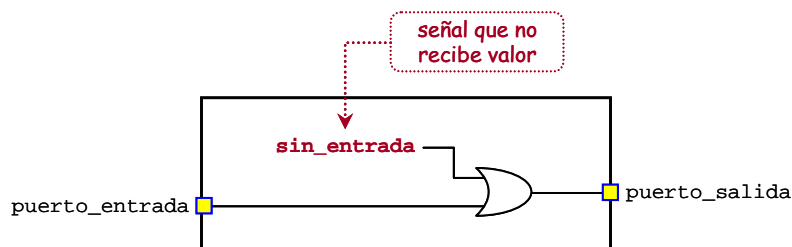

Figura 7.39: Esquema de un circuito con una señal que no ha recibido valor
5. **Señales que se usan sin recibir valor.** Es el caso contrario al anterior, es bastante grave que una señal que estás usando no le hayas asignado valor. Sería como poner un cable al aire y seguramente implique que te hayas olvidado de incluir la sentencia que le da valor. La figura 7.39 representa este caso, donde a la señal *sin\_asignar* no se le ha asignado nada.